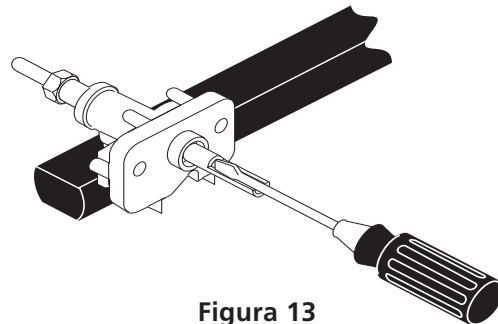

Figura 13
2. El quemador se deberá encender en cuatro (4) segundos para un funcionamiento normal, después de que el aire haya sido purgado de la tubería de suministro de gas. Controle visualmente que el quemador se haya encendido.
10.4 Ajuste de la Posición LOW (BAJA) Para la Válvula del Quemador Superior (Figura 13)